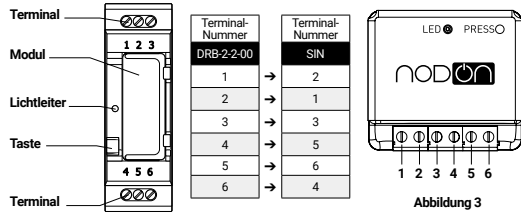

Abbildung 3
- 7 Schließen Sie die Klemmen entsprechend Ihrem Modul nach dem Schema an (siehe Abbildung 3).